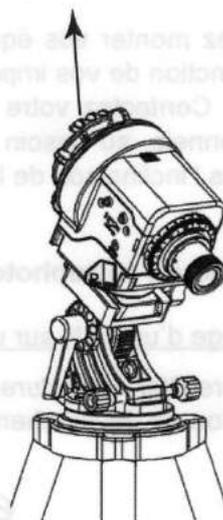

Fig. 7
3. Pointez grossièrement le viseur polaire vers le pôle Nord céleste (dans l'hémisphère Nord) ou vers le pôle Sud céleste (dans l'hémisphère Sud). (Fig. 7).